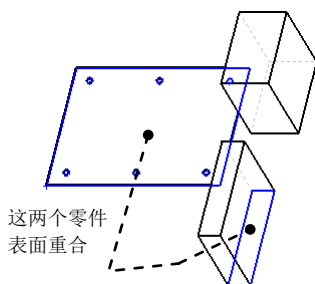

图 17.2.24 元件装配的第三约束
(4) 创建“重合”配合。单击“配合”对话框中的  **重合(O)** 按钮，选取图 17.2.24 所